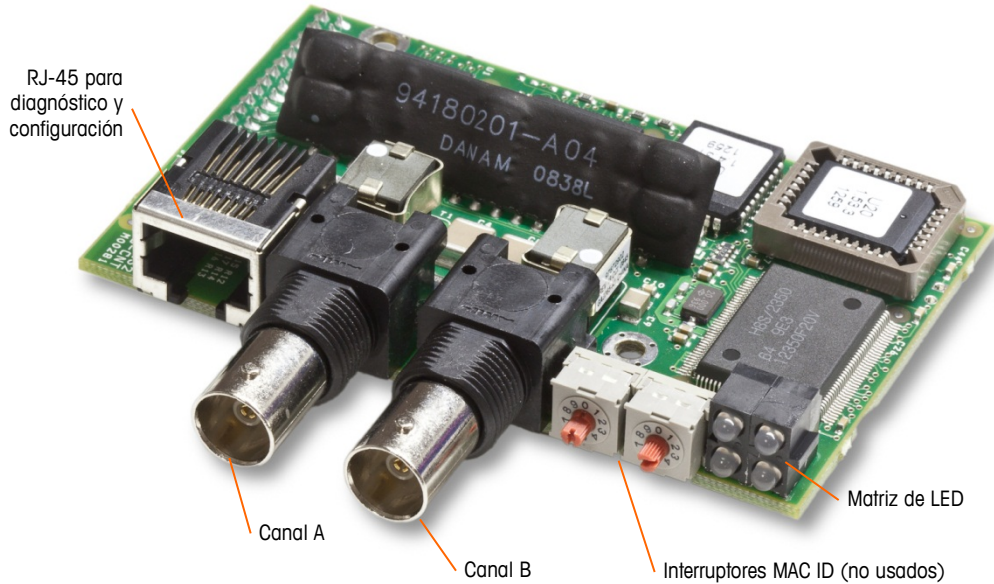
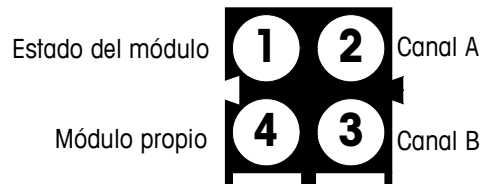

Figura 2-81: Conexiones y componentes del módulo PLC de ControlNet
Figura 2-82: LED indicadores de estado de ControlNet
El módulo PLC de ControlNet se conecta con la red ControlNet a través de dos cables coaxiales. El canal B es redundante con el canal A, y no se utiliza a menos que ControlNet no detecte señal en el canal A. Observe que la dirección de los módulos se establece en software, y los interruptores MAC ID indicados en la Figura 2-81 no se utilizan.
- No enchufe un cable Ethernet en el conector RJ-45 mostrado a la izquierda en la Figura 2-81. Puede ocurrir daño a la IND780.
La Figura 2-82 muestra una matriz de LED indicadores de estado en la tarjeta ControlNet (vea también la Figura 2-81).